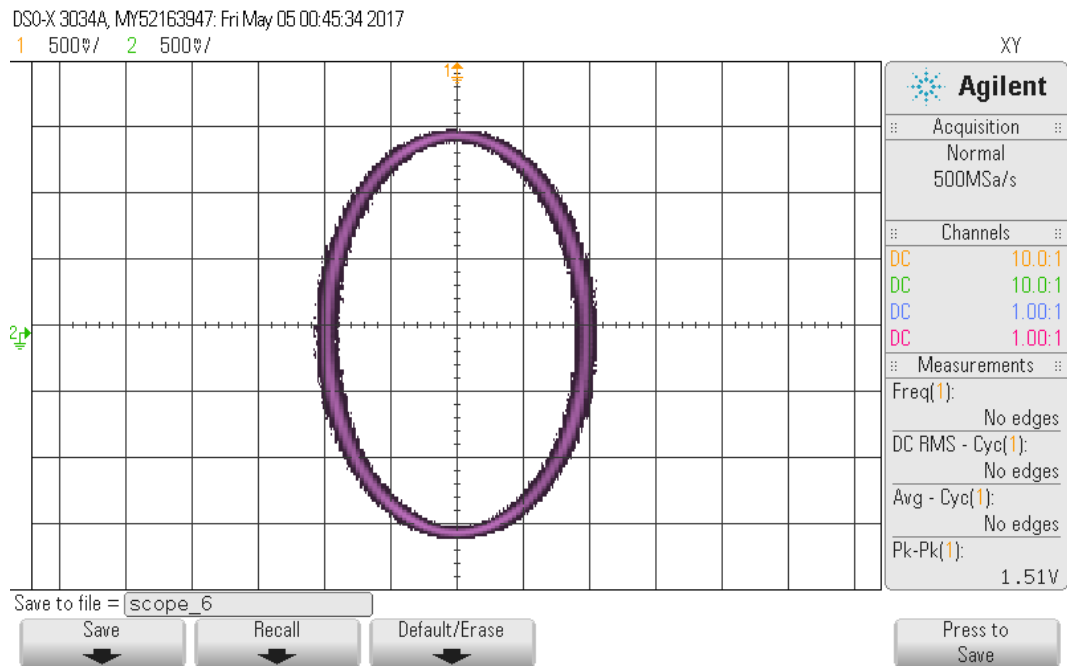

Figure 16: Oszilloskop X/Y-Betrieb bei Frequenz 300Hz
- Die Frequenz wird am Funktionsgenerator verringert ($300Hz$) und am Oszilloskop entsteht eine in Y-Richtung gestreckte Ellipse (Abbildung 16).